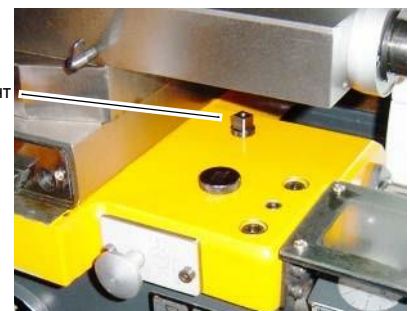

Рис. 4-29: Стопорный винт продольной каретки суппорта
- Отпустите стопорный винт продольной каретки суппорта (рис. 4-29: „Стопорный винт продольной каретки суппорта“ на стр. 46)